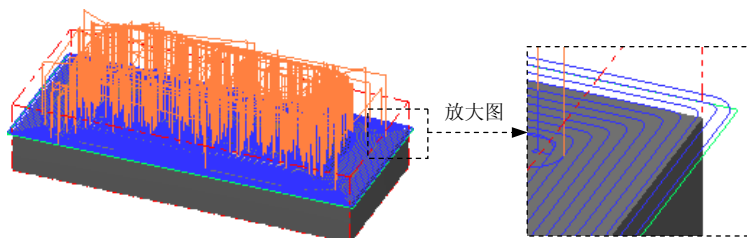

图 24.11 刀具路径
Step8. 单击“曲面残料粗加工”对话框中的按钮，同时在图形区生成图 24.11 所示的刀具路径。